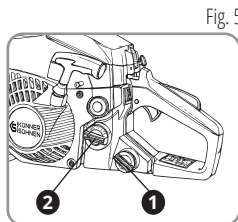

Fig. 5
1. Activez le frein de chaîne à l'aide du protège-main avant. Poussez le protège-main avant vers l'avant jusqu'à ce qu'il se verrouille en place. Remplissez respectivement les réservoirs de carburant et d'huile de chaîne, puis serrez fermement les bouchons (Fig. 5).